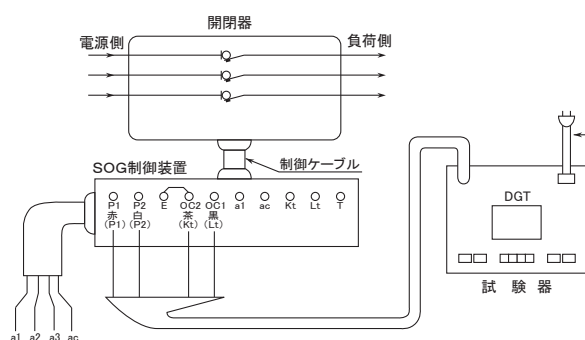

図6 戸上電機製作所製(DGT)による
①図6・7の試験回路はOCR動作チェック回路です。
②図6・7は制御電源を制御装置パネル面の試験用電源端子(P1・P2)に接続する方法です。
なお、図6・7の回路で試験する場合は、制御装置パネルの制御電源切替スイッチを「試験」側にしてください。